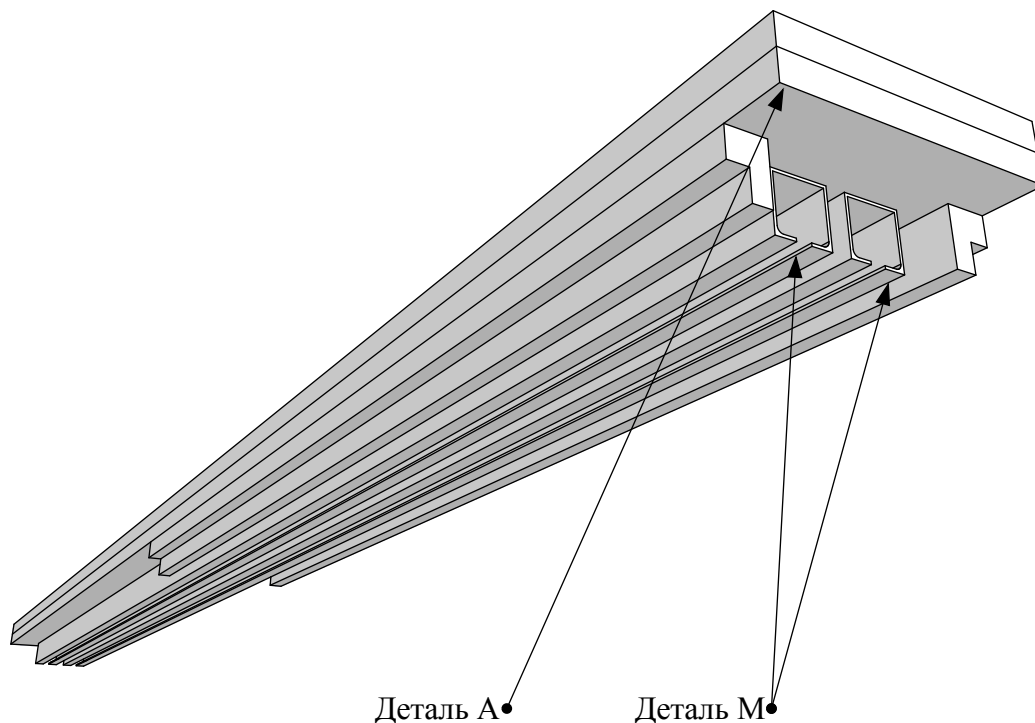

Рисунок 5
1. Взять верхний элемент (деталь А) с присоединённой верхней направляющей (деталь М). Проверить надёжность крепления, при необходимости затянуть крепёжные саморезы (Рис. 5).